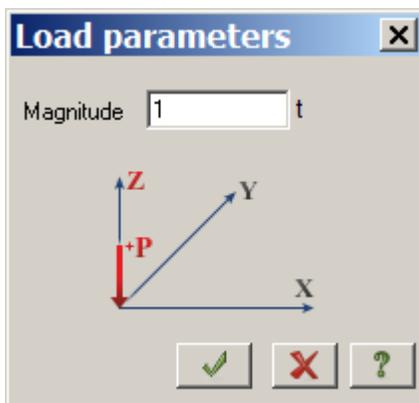

Figure 10.17 Load parameters dialog box
- ⇒ In the **Load parameters** dialog box (see Fig.10.17), specify $P = 1$ t.